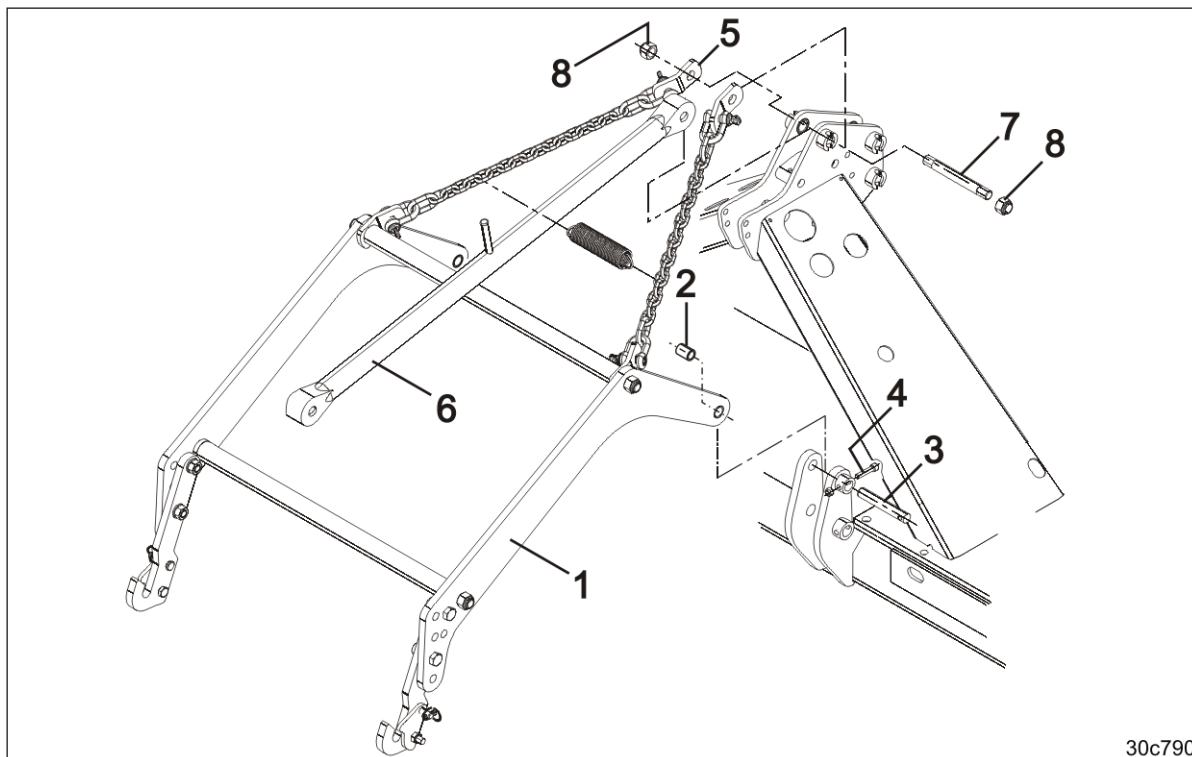

Fig. 79
1. Enganchar los brazos portantes para el acoplamiento (Fig. 79/1) a una grúa.
2. Fijar los brazos portantes de acoplamiento junto con dos arandelas separadoras (Fig. 79/2) a la maquinaria de labrado mediante dos pernos (Fig. 79/3).
3. Asegurar los pernos con tornillos (Fig. 79/4) y tuercas.
4. Fijar las cadenas (Fig. 79/5) junto con el brazo superior (Fig. 79/6) a la maquinaria de labrado mediante un perno (Fig. 79/7).
5. Fijar el perno con dos tuercas de seguridad (Fig. 79/8).